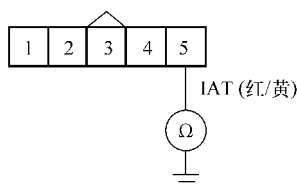

图 5-95 检查 MAF 传感器 5 号端子与车身搭铁之间的导通性
7) 将点火开关旋至锁定 (0) 位置。
10) 如图 5-95 所示, 检查 MAF 传感器/IAT 传感器 5 芯插头 5 号端子与车身搭铁线之间的导通性, 是否导通?